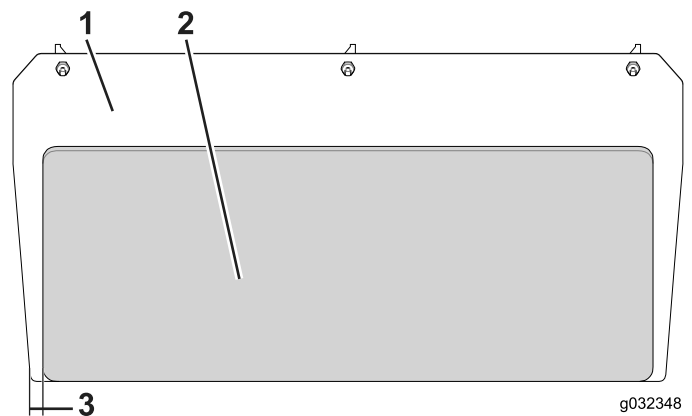

Figura 4
4. Retire el papel protector y aplique el protector del panel trasero al lado del motor del panel trasero (Figura 4).
Nota: Centre el protector del panel trasero a lo ancho de la placa dejando un margen de 29 mm (1 1/8") en cada borde (Figura 4).